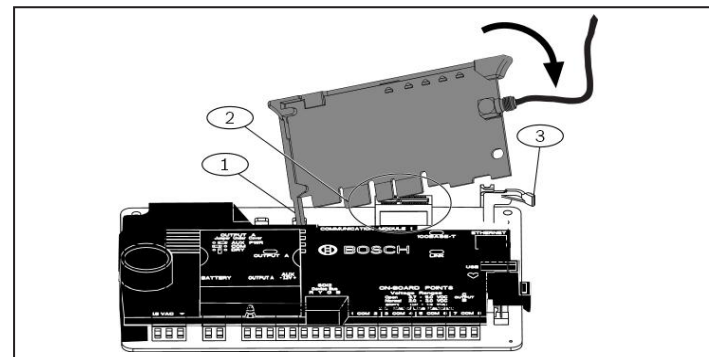

Figura 2.3: Instalación del módulo
1. Con el módulo mirando al panel de control como se muestra en la *Figura 2.3*, inserte la patilla de soporte en el orificio de apoyo marcado con una X.